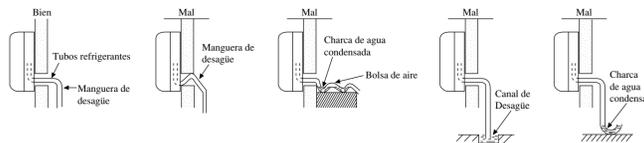

Fig. 5
- (1) Conéctese la manguera suelta de desagüe con la manguera de desagüe que está unida a la unidad.
- (2) Para mantener el flujo uniforme de agua condensada, la manguera de desagüe debe estar inclinada, como se muestra en la Fig. 5.